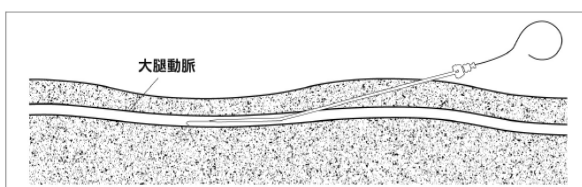
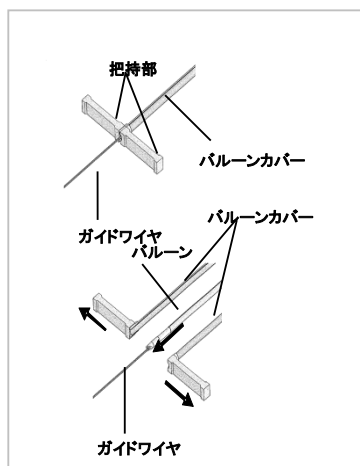

図 2. ダイレーション
図 3. バルーンカバー
(7) 出血を手指で抑えながら、バルーン用ガイドワイヤ 0.64mm (0.025inch) × 1500mm を穿刺針のカニューラに挿入する。	(7) 出血を手指で抑えながら、シース用ガイドワイヤ 0.88mm (0.035inch) × 800mm を穿刺針のカニューラに挿入する。
(8) ガイドワイヤが胸部大動脈内まで入ったところで、カニューラを抜去する。	(8) ガイドワイヤが血管内に十分な長さまで入ったところで、カニューラを抜去する。
(9) ガイドワイヤ末端より拡張用ダイレクタを挿入し、体表から血管までの組織をダイレクションする。(図 2 参照)	(9) ガイドワイヤ末端よりシース用ダイレクタがセットされたシースを挿入し、体表に 2cm 程度残るまで血管内に進める。
(10) ガイドワイヤを残したまま、拡張用ダイレクタを抜去する。手指で皮膚を圧迫し、出血を抑える。	(10) シースのみを残し、ガイドワイヤとシース用ダイレクタを抜去する。
(11) クランプ等を用いて切開部の皮膚を拡張する。	(11) バルーン用ガイドワイヤ 0.64mm (0.025inch) × 1500mm をシースに通す。
(12) IAB カテーテルのセントラルルーメン先端にガイドワイヤを挿入し、体内に挿入する。(図3参照)	(12) ガイドワイヤを胸部大動脈内まで進める。IAB カテーテルのセントラルルーメン先端にガイドワイヤを挿入する。
(13) IAB カテーテル体内挿入直前に、バルーンカバーの先端把持部を持ってゆっくりと裂く。(図3参照)	(13) IAB カテーテル体内挿入直前に、バルーンカバーの先端把持部を持ってゆっくりと裂き IAB カテーテルをシースに挿入する。(図3参照)
(14) IAB カテーテルの挿入部に近いところをやさしくつかみながら、ガイドワイヤに沿って IAB カテーテルを進める。IAB カテーテルのキンクを防止するため、IAB カテーテルの挿入が完了するまで挿入部から 2~3cm 以内のところをつかみ短いストロークで挿入する。	(14) バルーン部がシースを通過したら、分岐部のルアーロックからガイドワイヤが出てくるまで、ガイドワイヤに沿って、IAB カテーテルを進める。IAB カテーテルのキンクを防止するため、IAB カテーテル挿入が完了するまで挿入部から 2~3cm 以内のところをつかみ短いストロークで挿入する。